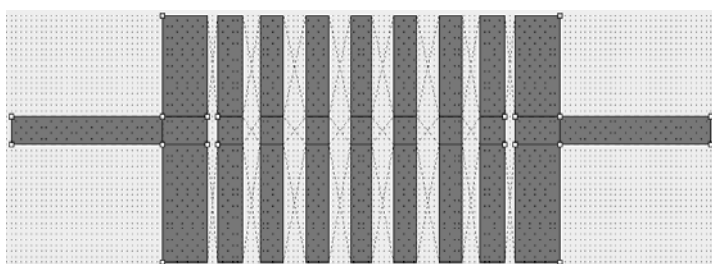

Рис. 3.173
1. Сделайте активным окно схемы и щёлкните по значку **New Schematic Layout View** на панели инструментов. Затем выделите все элементы топологии, выбрав в меню команду **Edit>Select All**, и щёлкните по значку **Snap Together** на панели инструментов. Полученная топология схемы показана на рис. 3.173. Щёлкая по значку **Measure** на панели инструментов, определим размер топологии 13.9×4.4 мм.